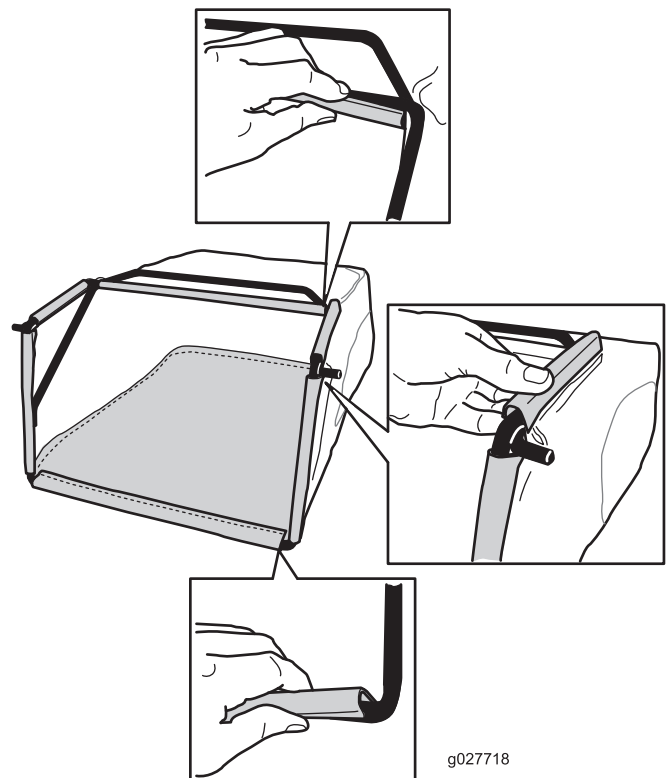

Figure 9
3. Accrochez les glissières supérieur et latérales du bac au sommet et sur les côté de l'armature respectivement (Figure 9).
2. Accrochez la glissière inférieure du bac au bas de l'armature (Figure 9).